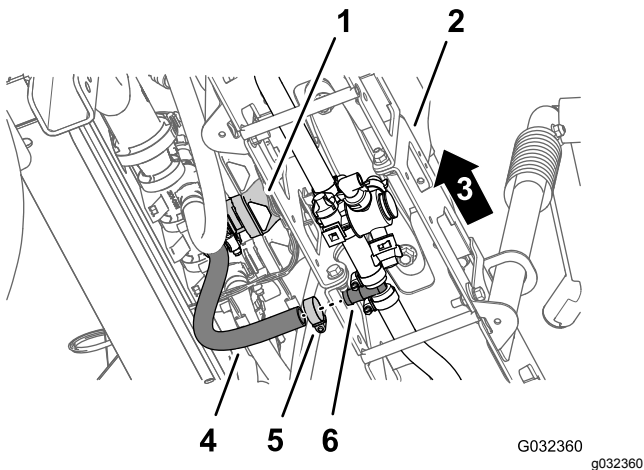

Figura 38
5. Debajo de la sección de brazo central, retire la abrazadera que sujeta la manguera de alimentación de la sección de brazo al acoplamiento en T dentado (Figura 38).